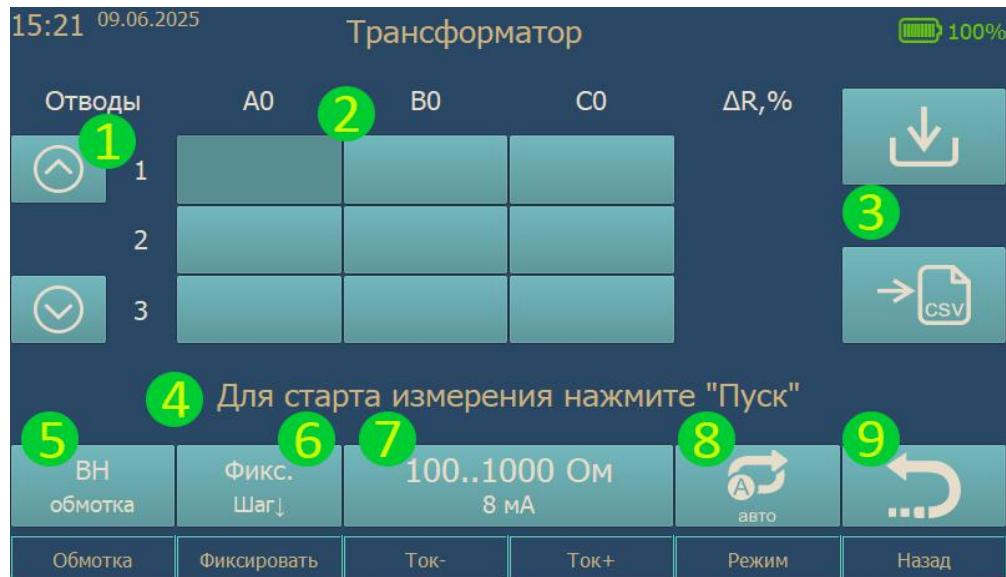

Рис. 14. Режим трансформатор
2.6.2. Окно режима проведения испытаний представлено на рис. 14.
6. Кнопка фиксации результата. Позволяет занести в таблицу (2 рис. 14). результаты произведенных измерений. Результат заносится в выделенную ячейку таблицы. После занесения результата выделение смещается на соседнюю ячейку в направлении, указанном в параметре «Шаг».